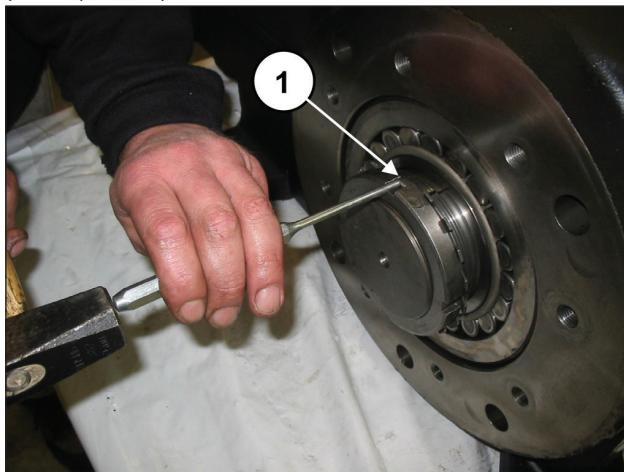

Рис. 16
Подденьте и поднимите язычок контровочной шайбы (поз. ①, Рис. 16).